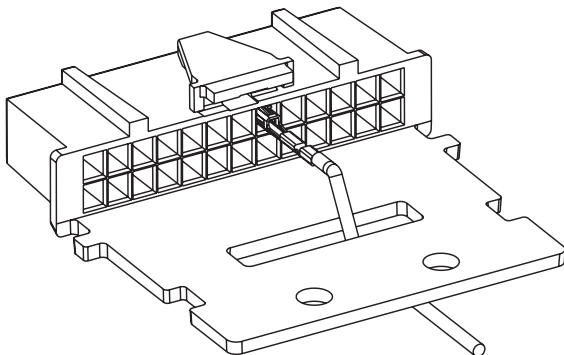

Figura 1a Elemento para aliviar tensiones del cable
6. Pase los cables a través del conector, tal como se indica en la *Figura 1a*, o en el caso de aplicaciones con varios accesorios conectados a la radio móvil, pase los cables como se indica en la *Figura 1b* y utilice el precinto para sujetar los cables al